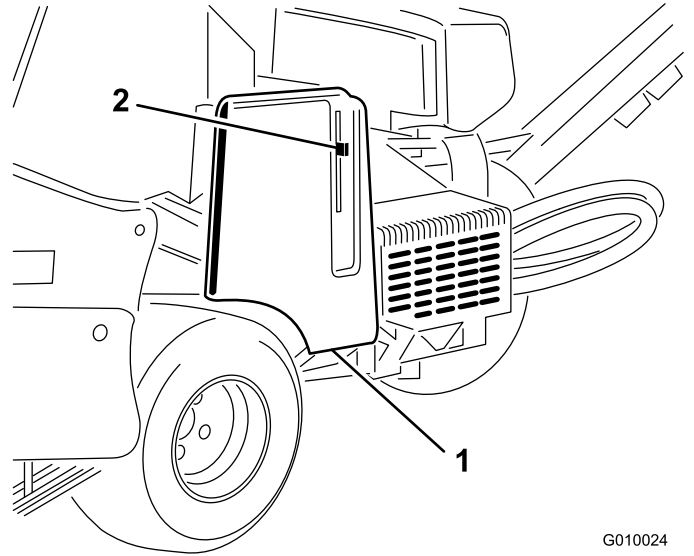
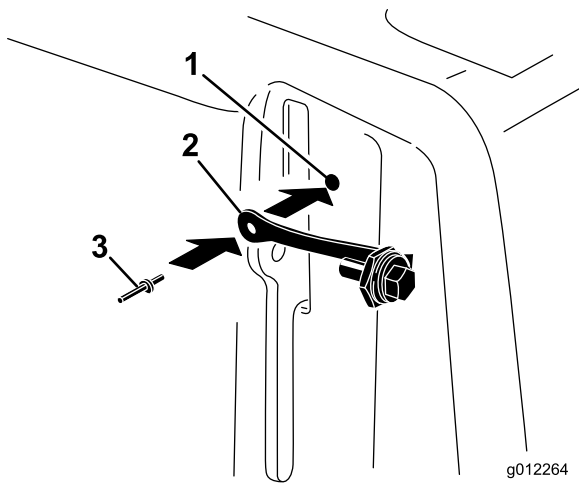

图 6
图 7
1. 找到皮带罩上紧靠门锁杆的孔 图 6和 图 7。
2. 使用弹伸铆钉将系索总成安装到皮带罩上的孔 图 7。